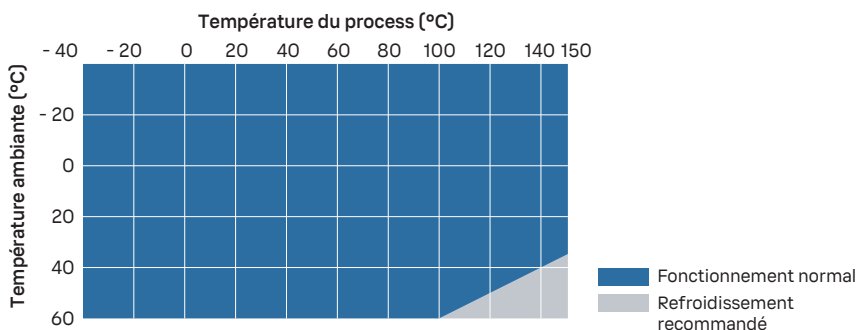

Figure 14 Température de process et refroidissement recommandé
- Utilisez un refroidissement supplémentaire conformément à Figure 14 \(page 73\). Notez que les valeurs de la figure sont indicatives. Le refroidissement requis dépend de l'emplacement d'installation et de l'environnement.